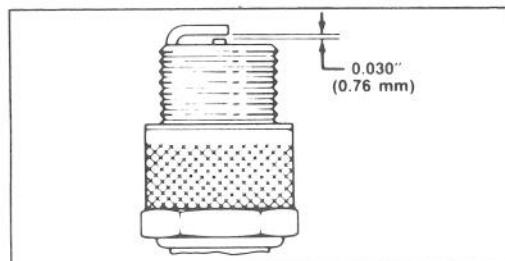

Abbildung 34
3. Den Elektrodenabstand der neuen Zündkerze auf 0,76 mm einstellen (Abb. 34). Dann die neue Kerze in den Zylinderkopf einschrauben und auf 20,4 Nm anziehen. Wird kein Drehmomentschlüssel verwendet, die Kerze fest anziehen.